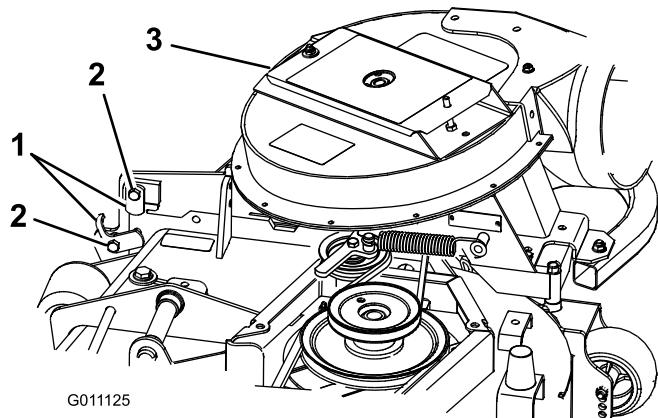

Figura 17
- Chiudete il gruppo soffiatore per vedere se i dispositivi di fermo sono regolati correttamente. Allentate o serrate il bullone in modo che i dispositivi di fermo tengano saldamente il gruppo soffiatore contro il piatto di taglio, ma possano essere rilasciati manualmente (Figura 17).